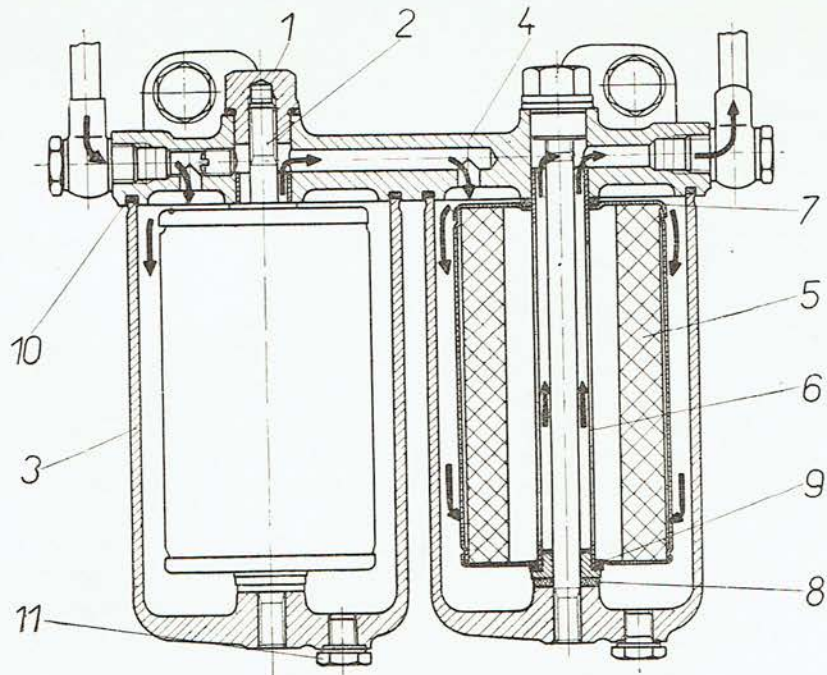

Abb. 24
1. Die Verschlussmutter (Abb. 24/1) der Zentrierschraube (Abb. 24/2) ist auszuschauben.
2. Das Gefäß (Abb. 24/3) ist aus dem Filterkörper (Abb. 24/4) in Richtung nach unten abzunehmen.
3. Die Filtereinlage (Abb. 24/5) mit Abnehmerrohr (Abb. 24/6) und Dichtungsring (Abb. 24/7) sind aus dem Gefäß durch Abziehen von der Zentrierschraube (Abb. 24/2) herauszunehmen.
Anmerkung: Bei Rückmontage ist darauf zu achten, dass sich ein Dichtungsring (Abb. 24/8) auf der Zentrierschraube (Abb. 24/2) innen im Gefäß und ein Ring (Abb. 24/9) auf dem Abnehmerrohr befindet. Die Grobfiltereinlage ist mit Nummer 1 bezeichnet, die mit der Nummer am Filtergehäuse übereinstimmt. Die Feinfiltereinlage ist mit Nummer 2 bezeichnet.
Die elastische Dichtung (Abb. 24/10) der Filtergefäße darf nicht beschädigt sein. Die Verschluss-schraube (Abb. 24/1), die zur Schlammablassung aus den Gefäßen dient, muss sorgfältig festgezogen sein.